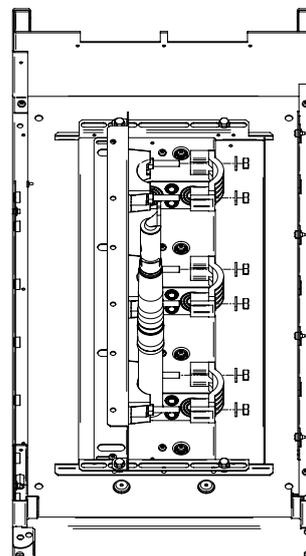

Figura 97. Installazione delle parti staccate dei serracavi
- a) Reinstallare le parti staccate come mostra la figura 97.